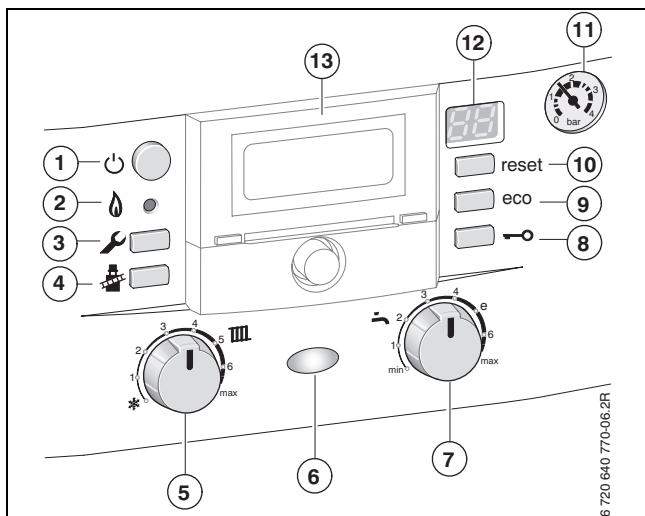

Bild 7
- außentemperaturgeführter Regler im Gerät eingebaut (→ Bild 7, [13], Seite 17).